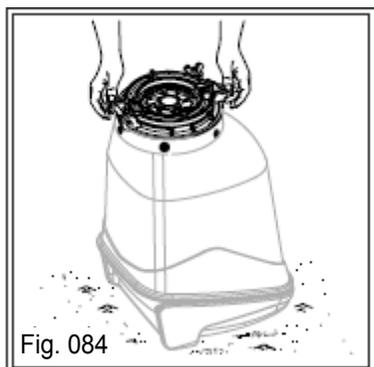

Fig. 084
d) Posicione o depósito com o fundo para cima (Fig. 084);